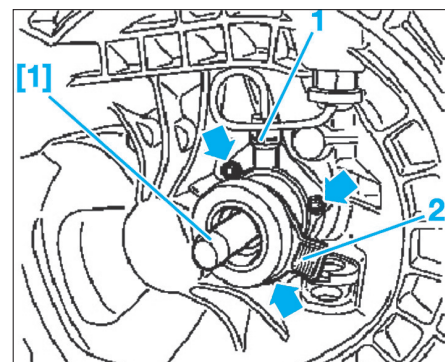

Fig. 7
[1]. Outil de centrage (ref. KM-6157) (Fig.7)
- Monter l'outil [1] afin de préserver le joint (Fig.7).
- Déposer les 3 vis de fixation (flèches) du récepteur d'embrayage (Fig.7).